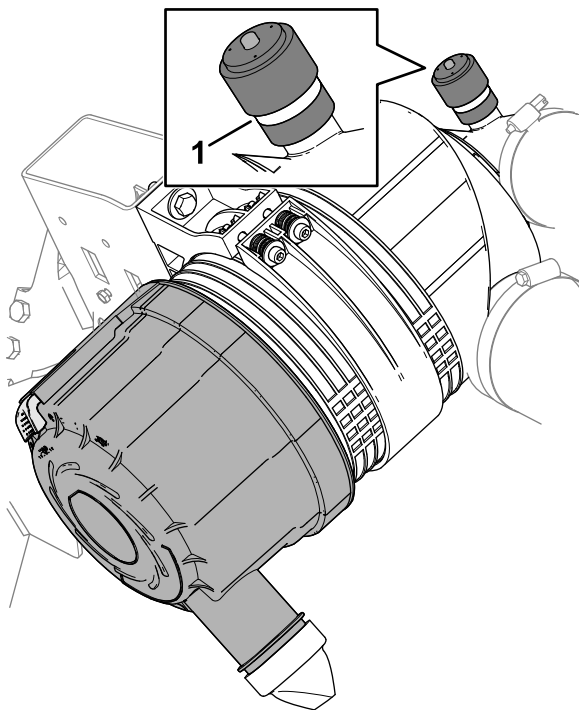

図 117
3. エアフィルタハウジングの端にある整備インジケータを確認する **図 117**。